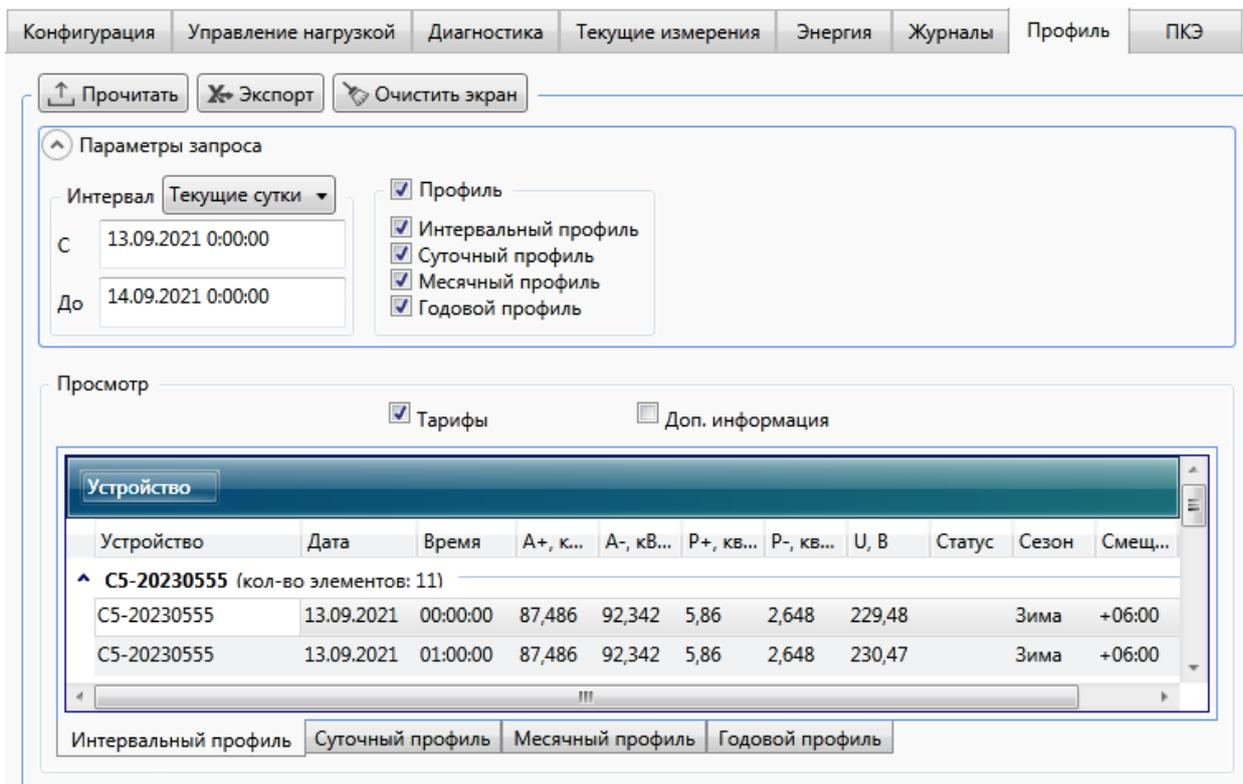

Рисунок 9.46 – Просмотр профилей электроэнергии
9.6.4.1 Для просмотра профилей электроэнергии необходимо перейти на вкладку *Профиль* области параметров (рисунок 9.46).